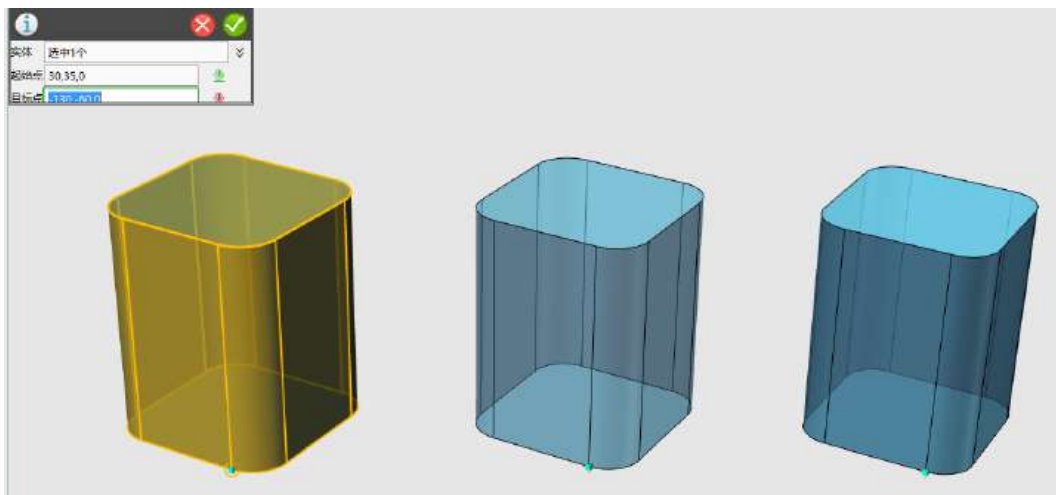

图 1-3
Step 3 复制另外两个杯子主体，使用键盘的 Ctrl+C 进行复制，如下图 1-3 所示：